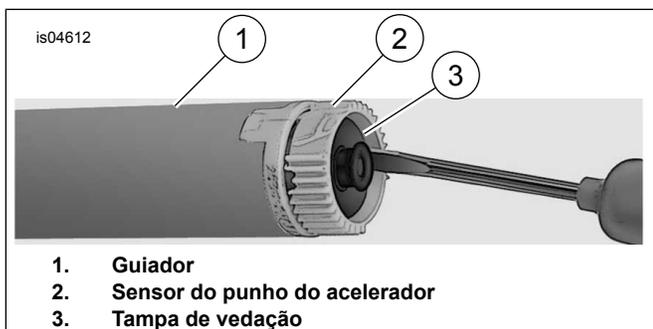

Figura 2. Remova a tampa de vedação
- Ver a Figura 2. Introduza uma pequena chave de fendas, ou outra ferramenta de ponta chata, na área plana de um dos lados da tampa de vedação.